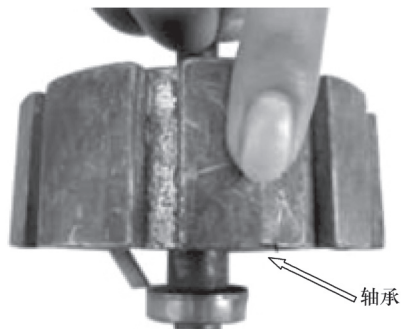

图 7-52 磁钢的放置
⑤ 在第二层树脂胶溶剂自然挥发后不黏手前，用双手将磁钢按标记准确放入原位并用力下压磁钢片，如图 7-52 所示，使磁钢片与其他磁钢片高低一致。